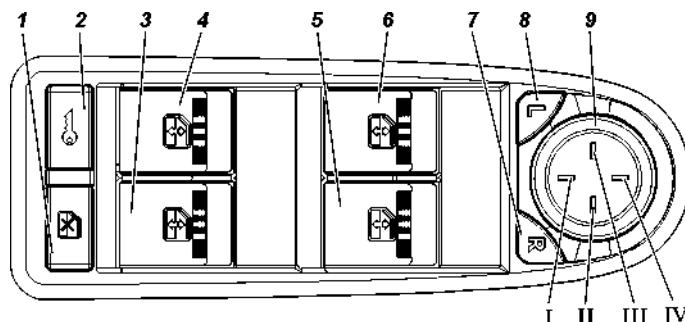

Рис. 3.15. Модуль переключателей двери водителя с мультиплексным управлением:
Система может быть переведена в режим быстрой разблокировки двери водителя, когда при однократном нажатии на кнопку 2 ПДУ или повороте ключа в замочной скважине водительской двери происходит только разблокировка двери водителя, а при повторном нажатии на кнопку 2 ПДУ или кнопку 2 (рис. 3.15) МДВ - разблокировка остальных боковых дверей и двери задка.
-нажать выключатель 2 (рис. 3.15) МДВ. Каждое нажатие производит блокировку или разблокировку замков.
Управление положением стекла производится выключателями, расположенными на подлокотниках соответствующих дверей автомобиля. На подлокотнике двери водителя выключателями 3,4,5,6 (рис. 3.15), осуществляется управление перемещением положения стекол боковых дверей.
Управление электроприводом левого и правого наружных зеркал производится единым переключателем 9 (рис. 3.15), расположенным на МДВ. Выбор подлежащего регулировке по командам от переключателя зеркала производится одним из выключателей 7 или 8 МДВ - кнопок выбора зеркала. Одновременная регулировка положения левого и правого зеркал невозможна.